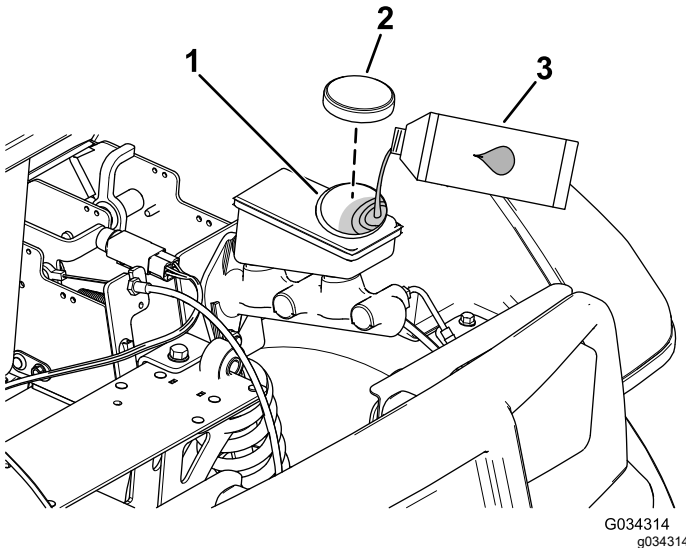

Figure 53
2. Soulevez le capot pour accéder au maître-cylindre de frein et au réservoir (Figure 53).
- A. Nettoyez la surface autour du bouchon du réservoir et enlevez le bouchon (Figure 53).
- C. Remettez le bouchon du réservoir (Figure 53).